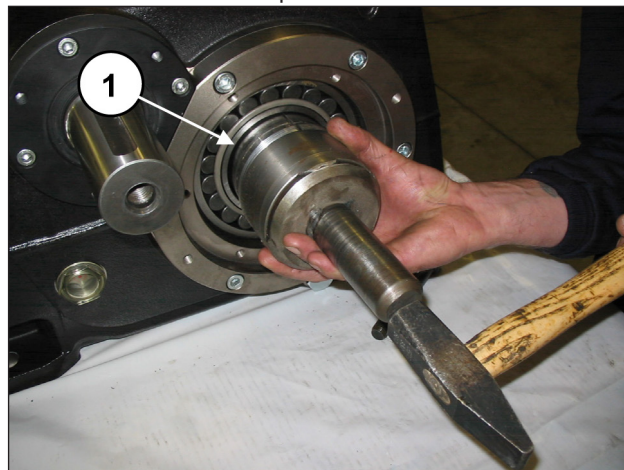
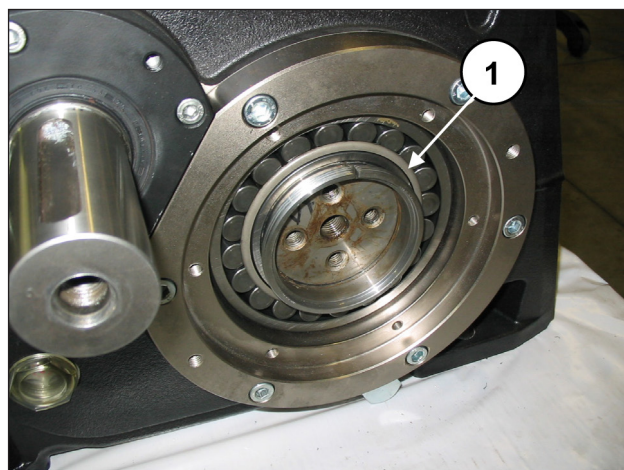

Fig. 76
Fig. 77
Inserire completamente la bussola di pressione sull'albero a gomiti (pos. ①, Fig. 76 e Fig. 77) mediante l'utilizzo di una massa battente e di un tampone.